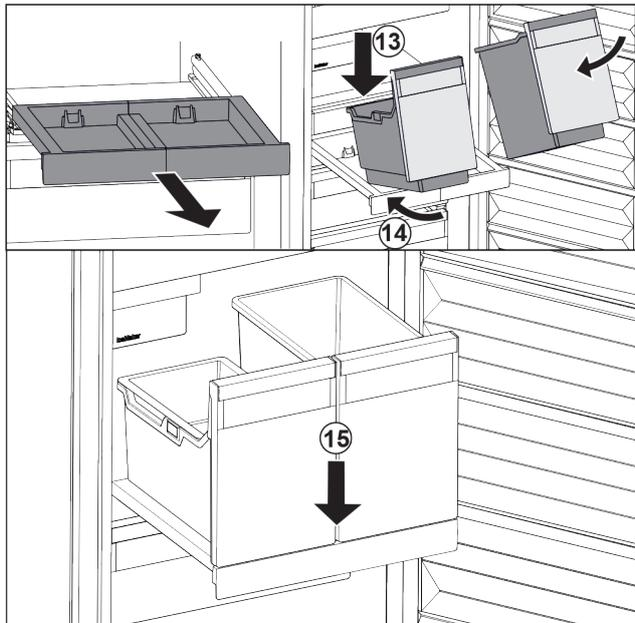

Fig. 105
- ▶ Applicare i contenitori in modo inclinato sul ripiano estraibile. Fig. 105 (13)
- ▶ Inserire il contenitore in modo inclinato verso la parte posteriore. Fig. 105 (14)
- ▶ Abbassare il contenitore nella parte anteriore. Fig. 105 (15)